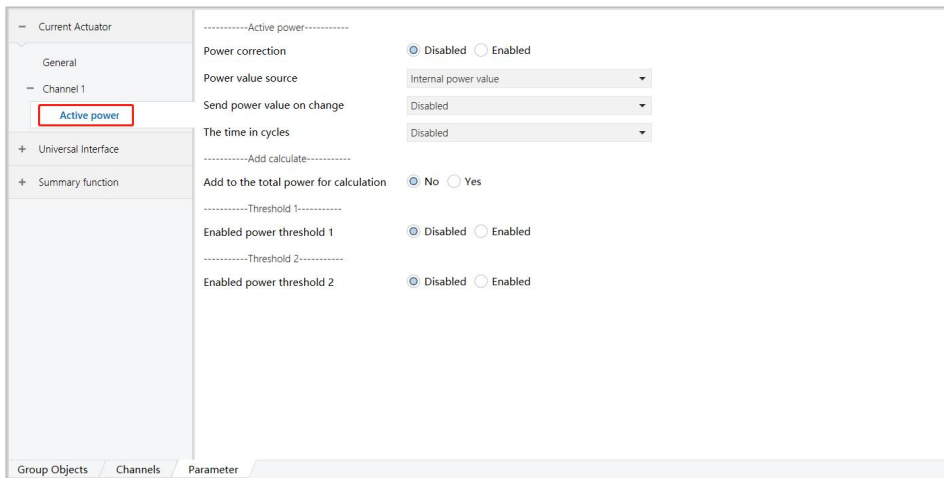

图 6.2.6
2) 单击下述红色方框内的选项，设置参数，下面以 Channel 1 为例，如图 6.2.6